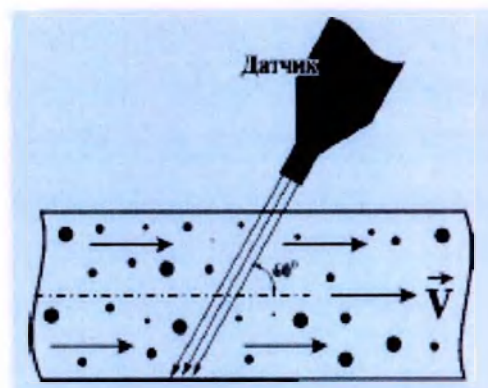

Рисунок 41 – Прозвучивание кровотока в большом сосуде
7.5.13 Максимальный по звуку и амплитуде сигнал в единичном сосуде можно получить при угле 45 или 60 градусов между направлением кровотока и лучом датчика (рисунок 41).